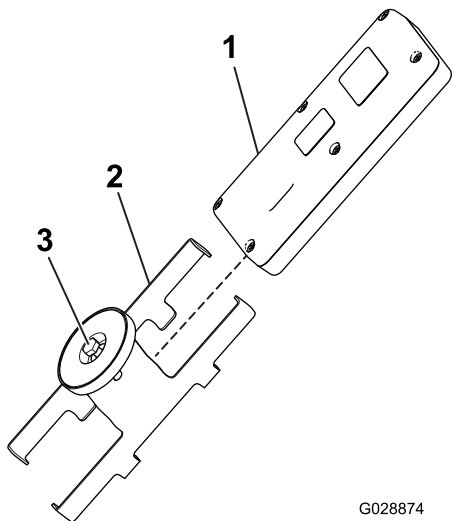

Figura 19
5. Instale o comando remoto no suporte magnético remoto, una as metades para prender o comando e aperte o parafuso no íman (Figura 19).